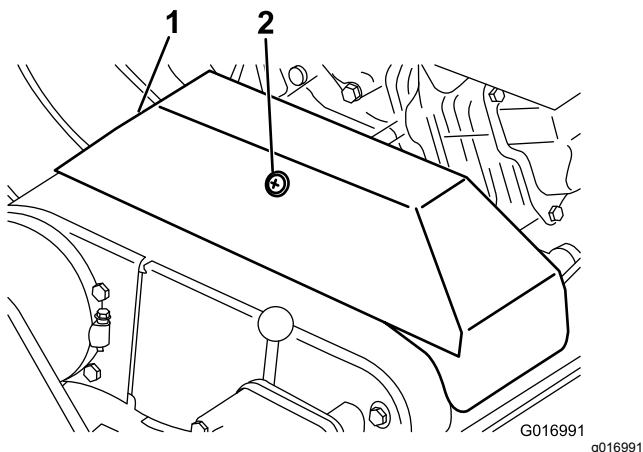

Рисунок 34
3. Ослабьте стопор, фиксирующий крышку клинового ремня, и откиньте крышку (Рисунок 34).